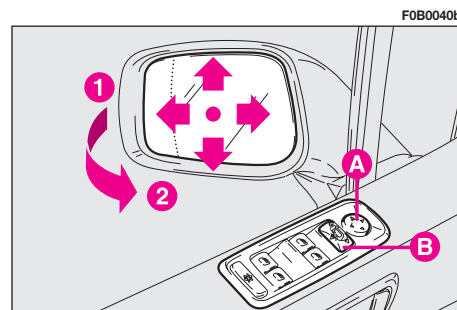

fig. 55
## Regulación eléctrica fig. 55
## Plegado manual fig. 55
**Plegado eléctrico fig. 55**